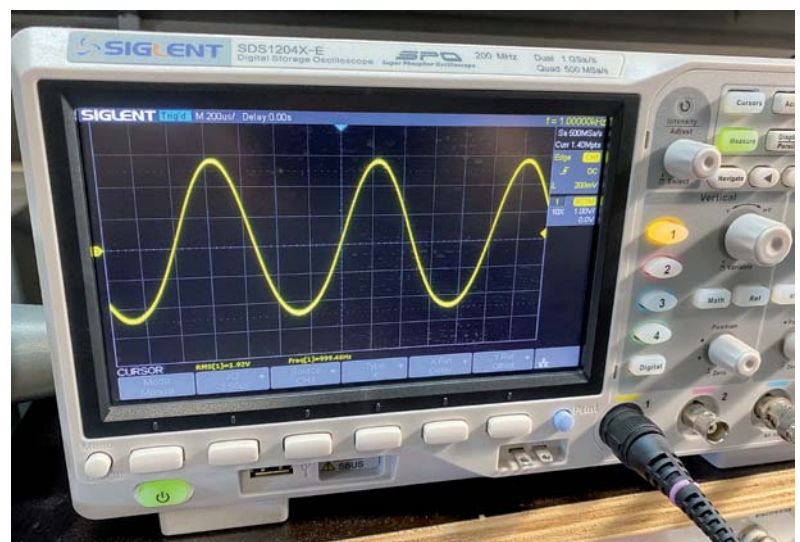

Bild 10: Abstimmungsmethode zur Erzeugung eines verzerrungsfreien Ausgangssignals
- 2) FM-Modulation des ZF-Trägers mit einem Ton bei gleichzeitiger Überwachung des Lautsprecherausgangs mit einem Oszilloskop. Das Signal sollte auf dem Oszilloskop sichtbar sein, und Kern (b) wird so eingestellt, dass die Wellenform des Tons so sauber wie möglich ist. Diese Methode bevorzuge ich persönlich, da ich davon ausgehe, dass diese Einstellung zu einer möglichst linearen Erfassung des Signals führt und damit die geringste Verzerrung aufweist (Bild 10).